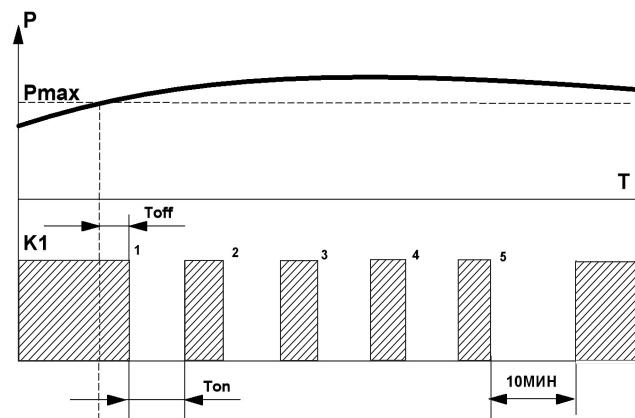

Рис.7 Диаграмма работы при циклической перегрузке.
8. Блокировка нагрузки на 10 минут при циклической перегрузке по мощности . Если перегрузка по мощности не снижается после 5-и отключений подряд, то подключение нагрузки блокируется на 10 минут. Диаграмма работы на рис. 7.